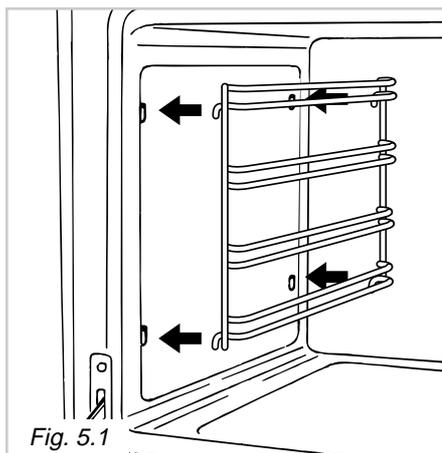

Fig. 5.1
- Enganchar as grades laterais nos furos das paredes laterais do interno do forno (fig. 5.1)